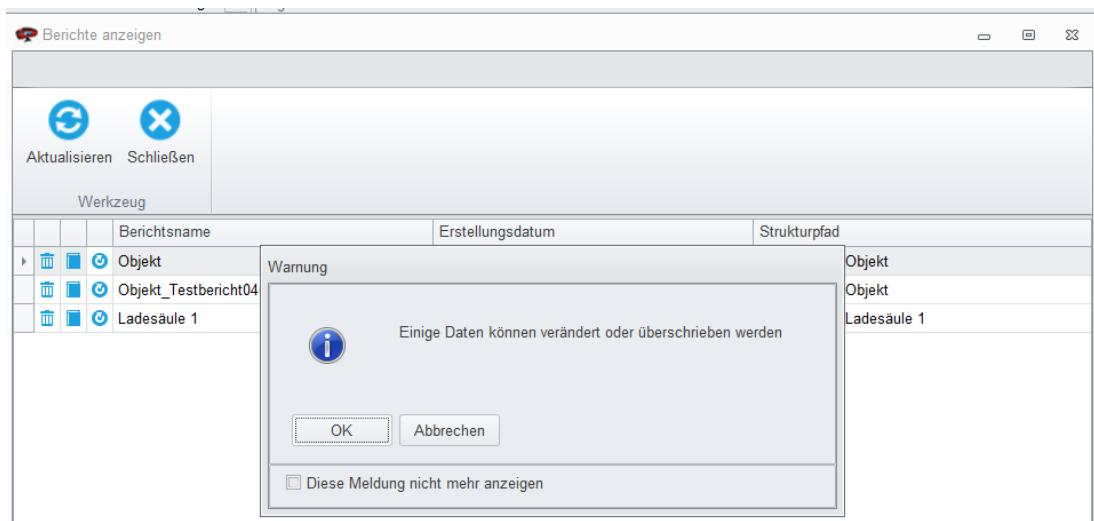

Abbildung 10.2: Bericht erneut erstellen
-  Bericht erneut erstellen: Ein Klick auf das Symbol in der Zeile des zu aktualisierenden Berichts öffnet zunächst eine Warnmeldung, siehe **Abbildung 10.2**: